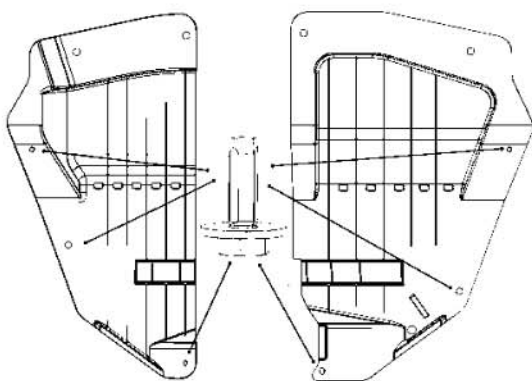

图 2-17
(3) 用十号套筒拆除发动机左右下后挡泥板与车身连接的 6 颗螺钉，取下发动机左右下后挡泥板，即完成了发动机左右下后挡泥板的拆卸工作，如图 2-17 所示；